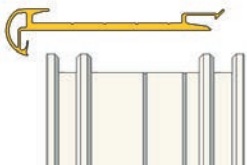

Bild 07
Schritt 1a: Setzen Sie das Universalprofil auf den Blendrahmen auf. Hierbei ist zu beachten, dass das Verbindungsprofil in der Länge zentriert auf dem Blendrahmen positioniert wird (Bild 07 - 08). Fixieren Sie das Universalprofil alle 30-40 cm mit Schrauben (Bild 09). Beim Verschrauben ist darauf zu achten, dass die Schraube das Adapterprofil nicht verformt!